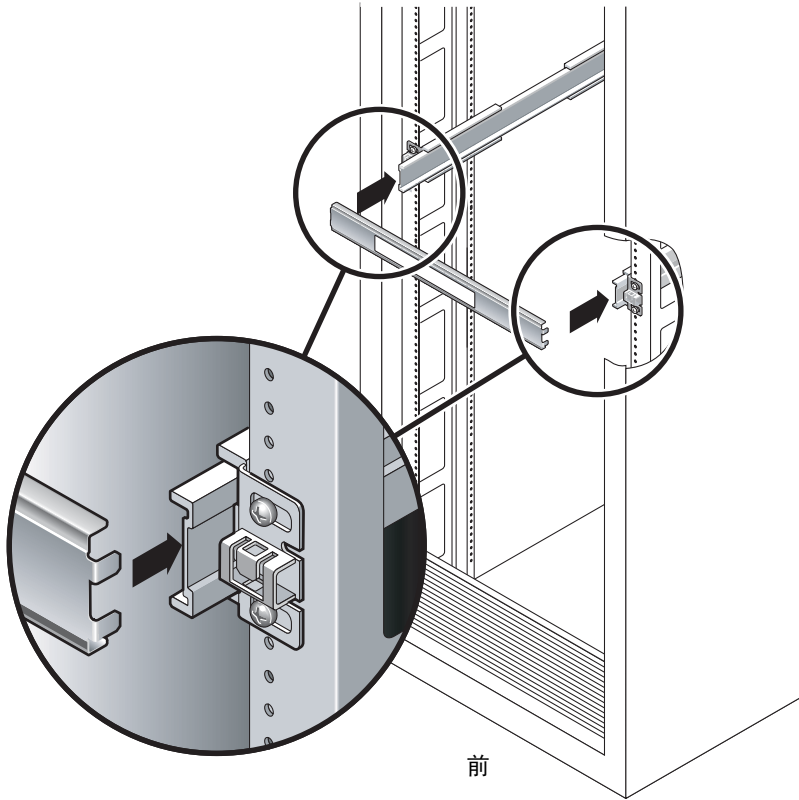

图 2-7 使用滑轨距离调整工具调整滑轨之间的距离
- a. 在机架的后面，将调整工具的左侧插入左滑轨中部末端的插槽（图 2-7）。